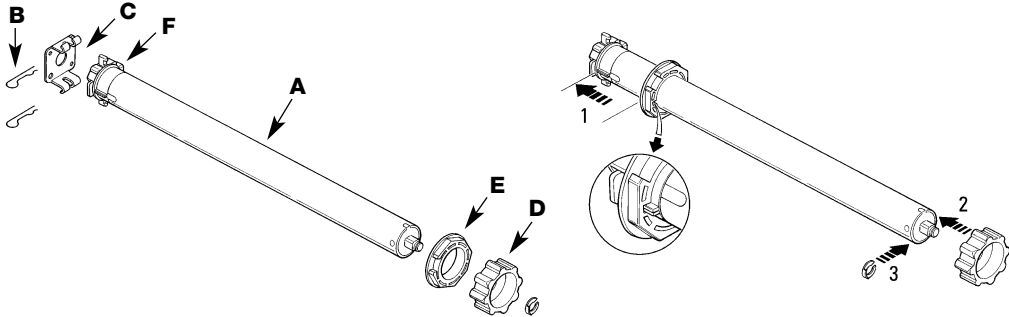

Abb. 4
2. Die Halterung [C] in Abbildung 4 korrekt befestigen. Achtung: zwischen Halterung und Rolle wird der Raum für den Motorkopf benötigt.